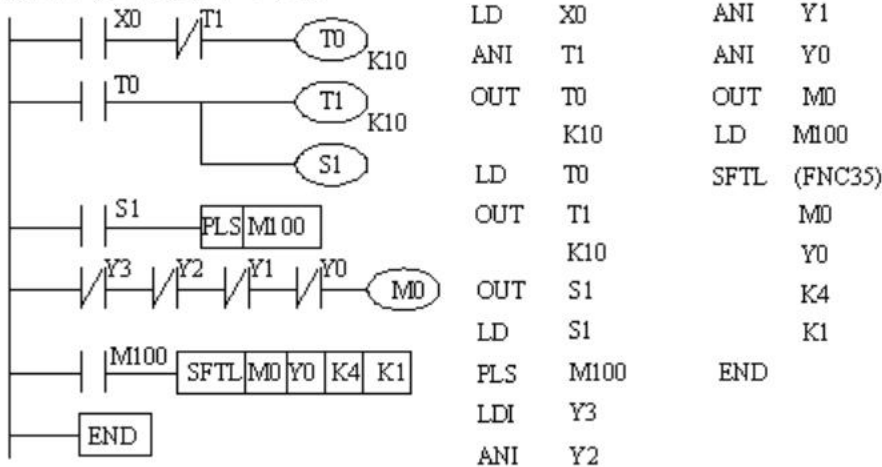

图 18 循环左移位控制程序 (1)
其梯形图和指令表如图 18 所示。
- (1) 按图 18 输入程序。
- (2) 检查程序是否正确。
- (3) 运行程序, 观察 Y0、Y1、Y2 和 Y3 的输出是否和真值表一致。